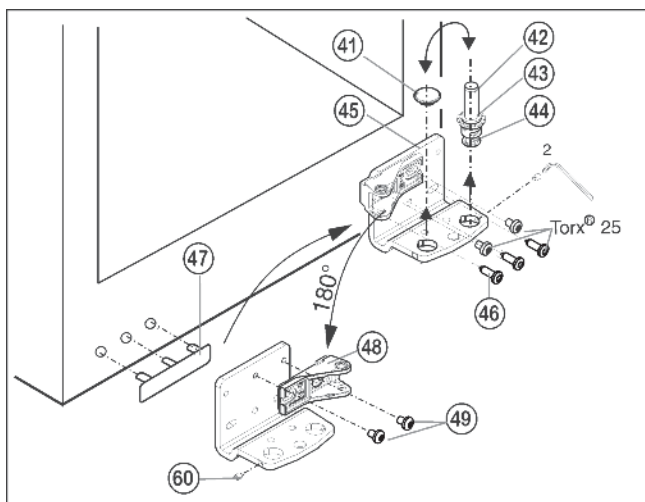

Fig. 13
- ▶ Dévisser la tige filetée Fig. 13 (60) avec la clé à six pans jointe d'env. 1 tour.
- ▶ Dévisser le pivot Fig. 13 (42) complètement avec le disque Fig. 13 (43) et le pied réglable Fig. 13 (44) par le haut.
- ▶ Enlever le bouchon Fig. 13 (41).
- ▶ Dévisser Fig. 13 (45) le support d'appui Fig. 13 (46).
- ▶ Dévisser complètement la tige filetée Fig. 13 (60) et la visser sur le côté opposé sur le support d'appui jusqu'à ce qu'elle soit à fleur du support d'appui.
- ▶ Dévisser l'élément pivotant Fig. 13 (48) et le revisser à l'intérieur tourné de 180°.
- ▶ Replacer le bouchon Fig. 13 (41) dans l'autre trou.
- ▶ Soulever le cache côté poignée Fig. 13 (47) avec précaution et le positionner sur le côté opposé.
- ▶ Revisser à fond le support d'appui Fig. 13 (45) sur le nouveau côté charnière en utilisant une visseuse sans fil si nécessaire, avec un couple de serrage de 4 Nm.
- ▶ Revisser entièrement le pivot Fig. 13 (42) avec le disque et le pied réglable.
- ▶ Serrer la tige filetée Fig. 13 (60).
- ▶ Placer la porte par le haut sur le pivot inférieur Fig. 13 (42).
- ▶ Aligner éventuellement les portes à la carrosserie grâce aux deux trous longitudinaux dans le support d'appui inférieur Fig. 13 (45) et le support d'appui central Fig. 11 (31). Pour cela, dévisser la vis centrale du support d'appui inférieur Fig. 13 (45).